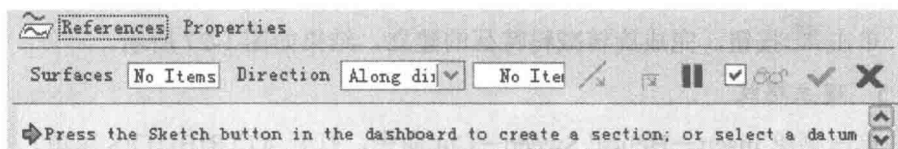

图 1-31
- (1) 单击菜单 Edit→Project 命令, 打开投影特征面板, 如图 1-31 所示。